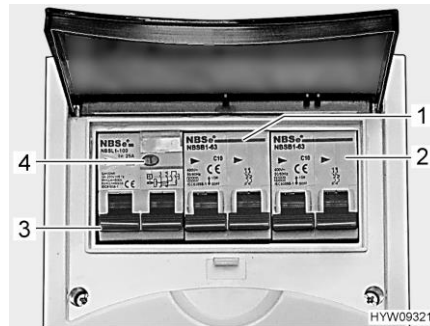

Bild 155 Leitungsschutzschalter und FI-Schalter (230-V-Sicherungskasten)
Ein Fehlerstrom-Schutzschalter (FI-Schalter) (Bild 155,3) im Sicherungskasten sichert das gesamte Fahrzeug gegen Fehlerstrom (30 mA) ab.
Der nachgeschaltete Leitungsschutzschalter (10 A) (Bild 155,1) sichert die 230-V-Steckdosen, den Elektroblok, das Zusatz-Ladegerät und den Kühlschrank ab.
Bei Fahrzeugen mit Sonderausstattung, z. B. Dachklimaanlage, sichert ein zusätzlicher Leitungsschutzschalter (16 A) (Bild 155,2) das Gerät ab.
- Wenn das Fahrzeug an die 230-V-Versorgung angeschlossen ist, die Prüftaste (Bild 155,4) drücken. Der Fehlerstromschutzschalter (FI) muss auslösen.